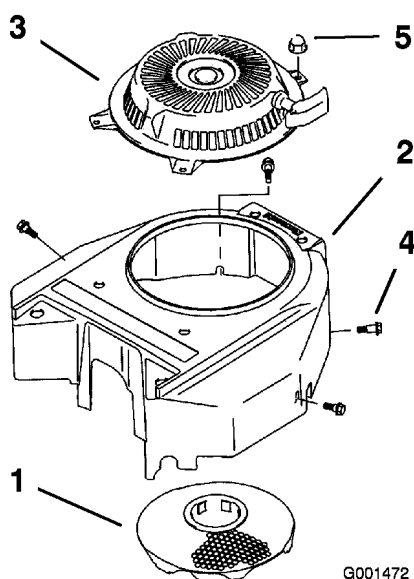

Figura 41
3. Retire la rejilla de entrada de aire, el arrancador de retroceso y la carcasa del ventilador (Figura 41).
5. Instale la rejilla de entrada de aire, el arrancador de retroceso y la carcasa del ventilador (Figura 41).